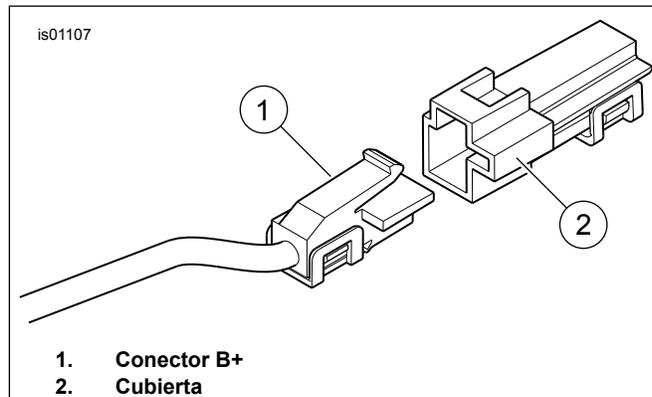

Figura 5. Conector B+
1. Ver Figura 5 . Localice el conector B+ (positivo de la batería) (1) en el arnés eléctrico principal debajo del asiento (un cable rojo con un conector gris no usado). Extraiga la cubierta (2) del conector.